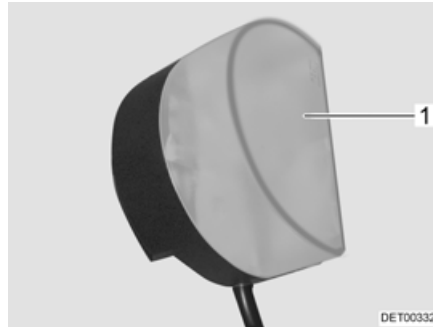

Bild 192 Kleiderschrankleuchte
- Leuchtenabdeckung (Bild 192,1) leicht zusammendrücken und abnehmen.